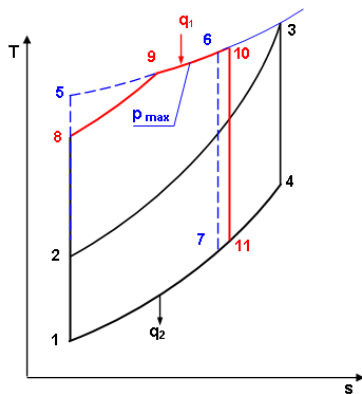

Рис. 13.4. Циклы ДВС с одинаковыми  $q_1$  и  $p_{\max}$
7.5. Сравнить термические КПД и максимальные температуры трех идеальных циклов ДВС с одинаковыми  $q_1=500$  кДж/кг, максимальным давлением  $p_{\max}=60$  бар, и  $p_1=1$  бар,  $t_1=20$  °С (рис. 13.4):